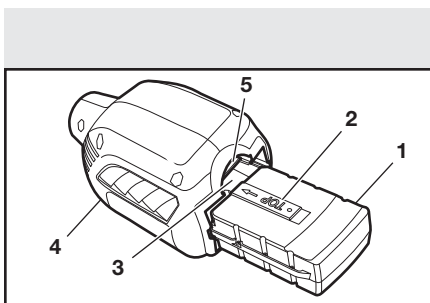

Fig. 3
Une fois que la pile est chargée à bloc et que vous êtes prêt à utiliser l'outil, installez la pile (1) dans le dispositif d'entraînement de façon à ce que l'étiquette « TOP » (2) soit orientée vers le haut (Fig. 3).
1. Glissez la pile dans le logement correspondant (3) à l'arrière du boîtier (4).